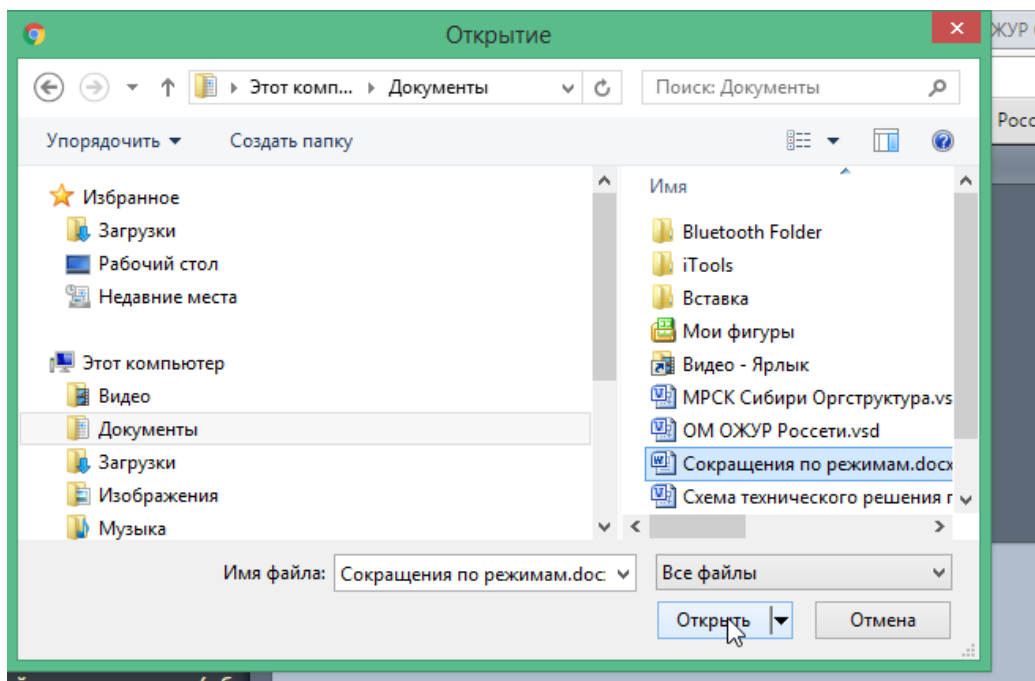

Рисунок 47 – Загрузка файла
- Далее нажмите кнопку «Открыть» (Рисунок 47):